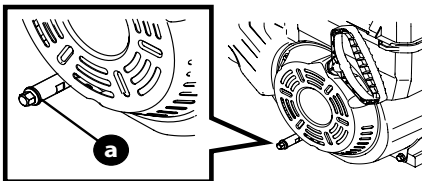

Figura 10
- Limpié el área alrededor del tapón de drenaje de aceite (Figura 10).
- Retire el tapón de drenaje de aceite (Figura 10).